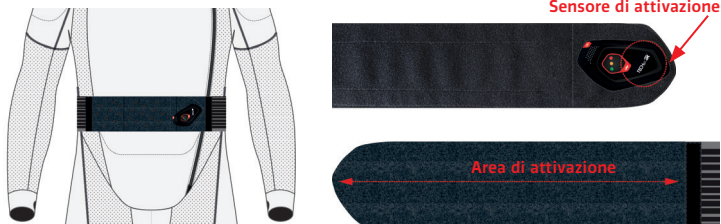

Figura 10
1. Indossare il Sistema, richiudere la Chiusura a zip (2) dal basso verso l'alto.
2. Chiudere la Cintura di attivazione (4) avendo cura di attaccare correttamente le toppe con chiusura a velcro, come mostrato nella Figura 10; il Sistema si attiva automaticamente non appena la Cintura di attivazione viene attaccata alle toppe con chiusura a velcro.
3. Una volta chiusa correttamente la Cintura di attivazione (4), controllare il display a LED (3) per verificare che il Sistema si sia attivato e che si sia avviato correttamente (vedere "Indicazioni del display" nella sezione 13). In particolare, l'utente deve verificare che dopo l'avvio del Sistema non sia presente alcun guasto del Sistema.